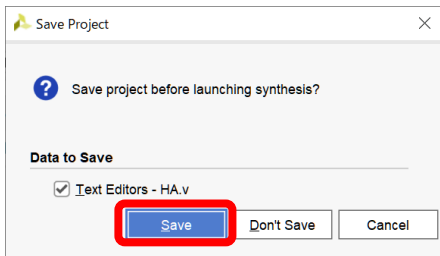

図 11.13 プロジェクトの作成および論理合成の手順 12
12) 「Run Synthesis」→「Save」の順に選択する（図 11.13）。